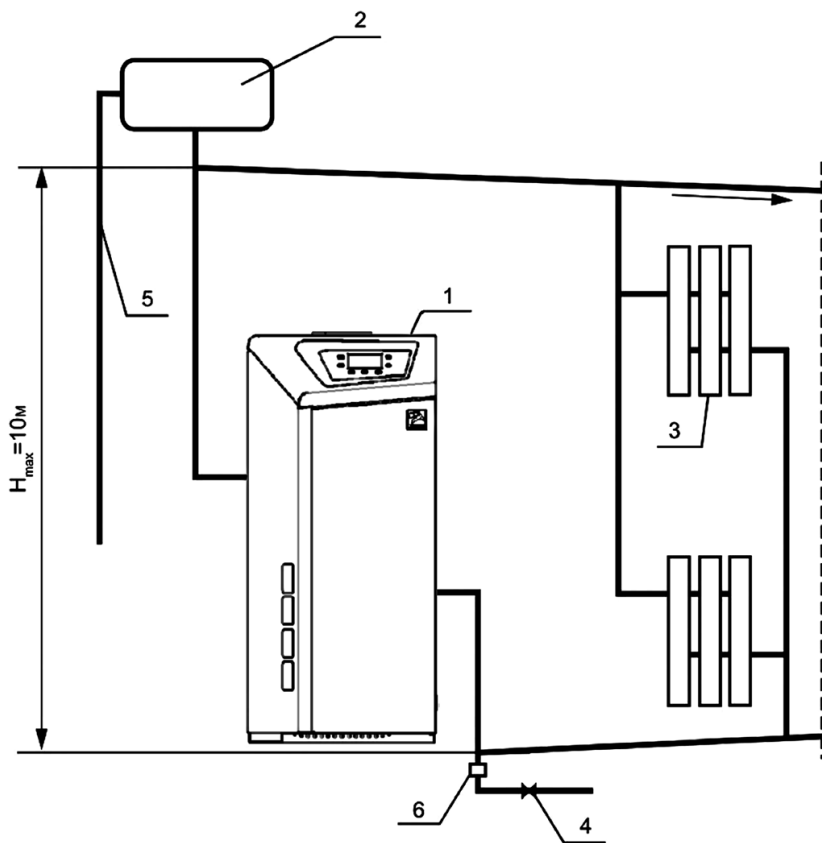

Рис. 2. Примерная гидравлическая схема открытой системы отопления*
- 6.6. Расширительный бачок устанавливается в верхней точке главного стояка, в отапливаемом помещении. Запрещается устанавливать вентиль на сигнальной трубе (см. рис. 2, 3).